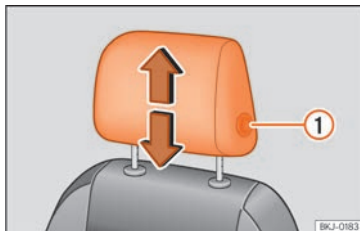

Abb. 107 Vordersitz: Kopfstützeinstellung.
- Schieben Sie die Kopfstützen in die entsprechende Pfeilrichtung nach unten oder oben. Um die vorderen Kopfstützen nach oben oder nach unten zu schieben, muss die Taste » Abb. 107 ① gedrückt werden; bei den